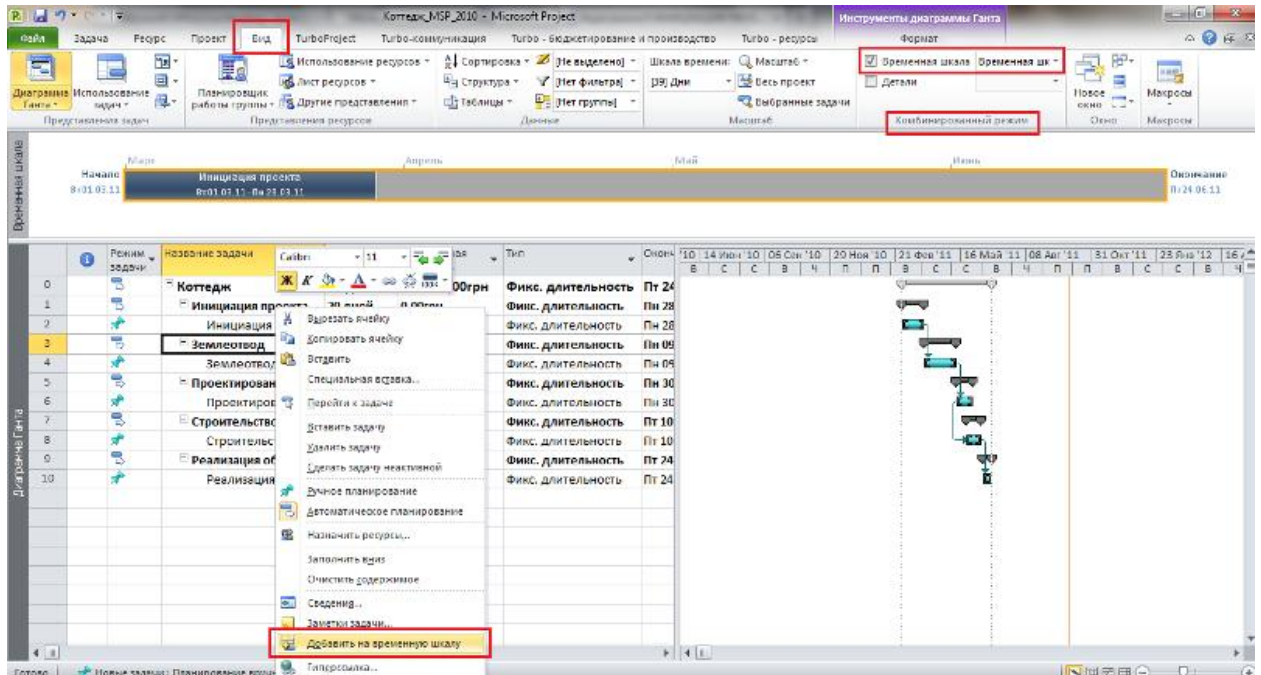

Рисунок 5.18 Добавление задач на временную шкалу через список задач
1. Выделить название необходимой задачи и нажать правую кнопку мыши и в меню выбрать «Добавить на временную шкалу», Рисунок 5.18;